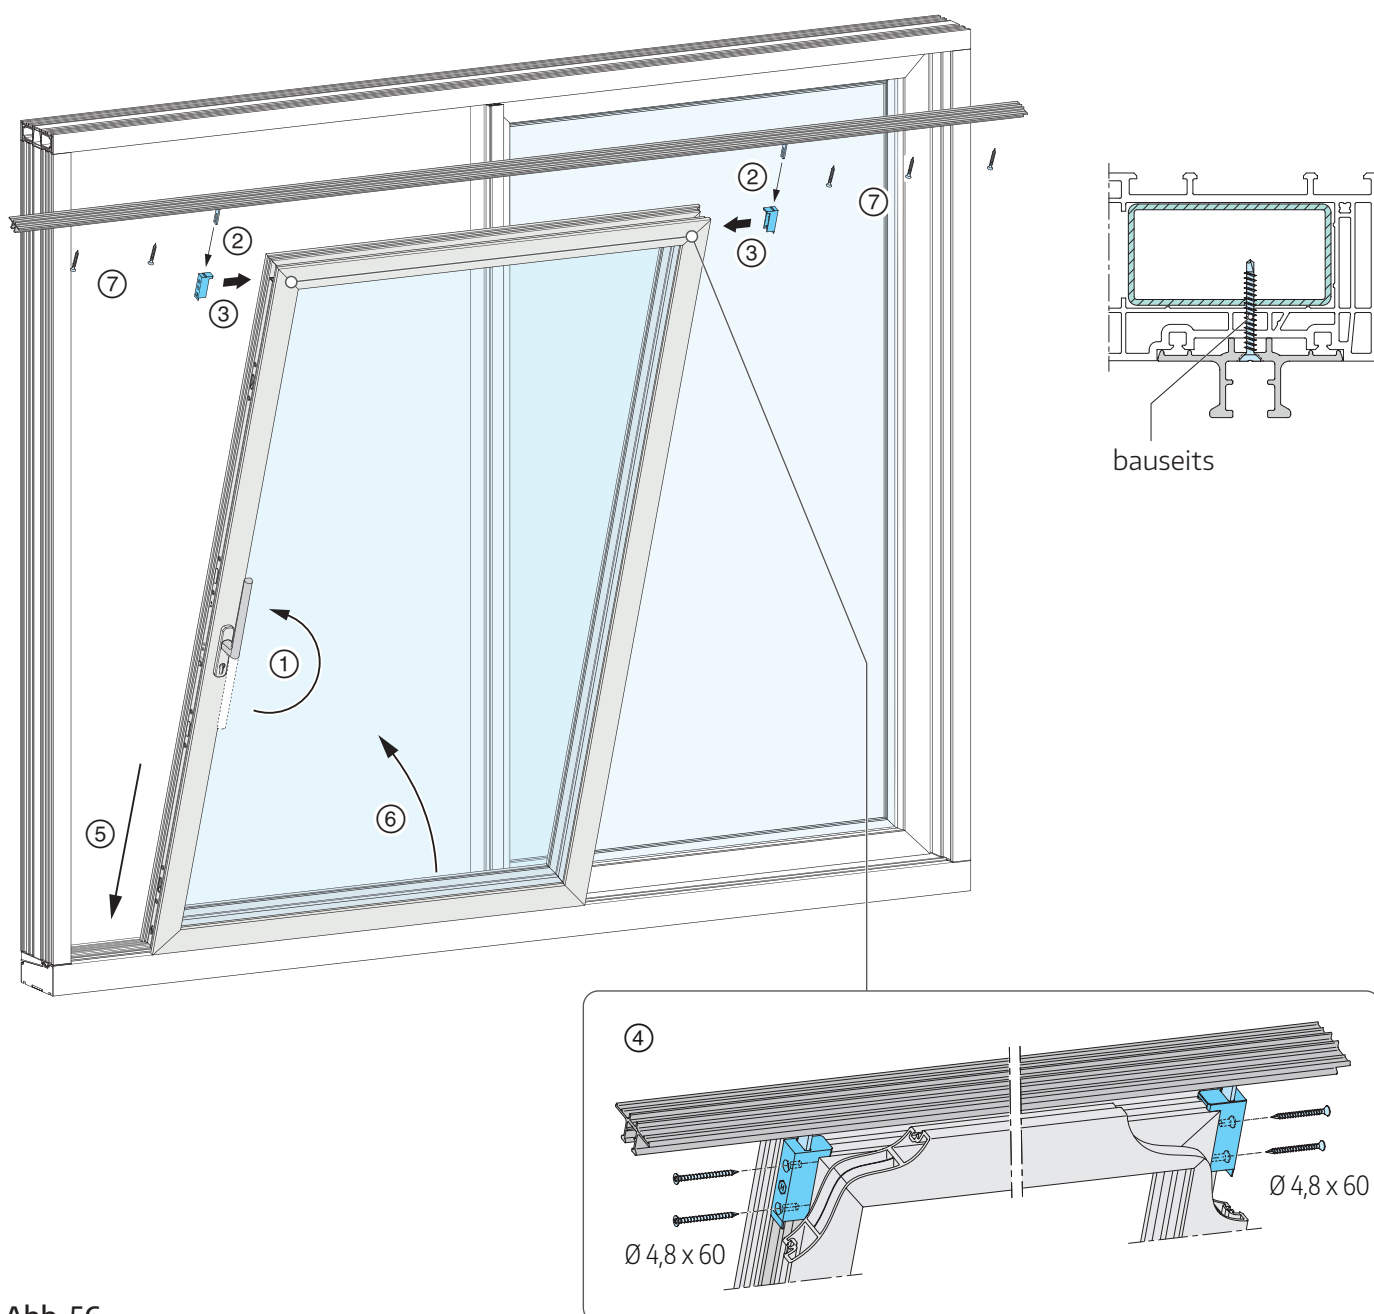

Abb. 56
① Getriebe in Geschlossenstellung bringen, Griff nach oben. ② Gleiter in Führungen einsetzen. ③ Führungen in Beschlagnut einbringen. ④ Führungen mit Schrauben $\text{\O} 4,8 \times 60$ am Schiebflügel festschrauben. ⑤ Schiebflügel auf die Laufschiene setzen und ⑥ in das Rahmenprofil einschwenken. ⑦ Führungsschiene am Rahmenprofil festschrauben; **Abb. 56**.